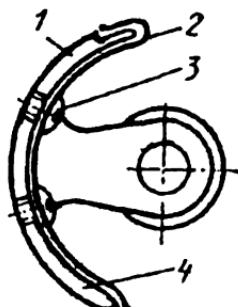

Рис. 55. Толкатель челнока (машина 2М кл. ПМЗ):
38. Отломан конец пластинчатой пружины толкателя членка. Чаще отламывается выходной конец, так как им приходится регулировать величину выходного зазора (рис. 55)